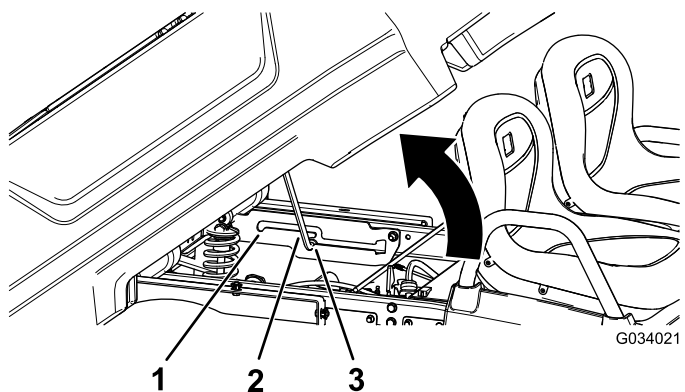

Figura 21
2. Tirate l'asta di supporto nella fessura di arresto della posizione di scarico per ancorare il pianale per lo scarico (Figura 21).
2. Tirate l'asta di supporto nella fessura di arresto della posizione di assistenza per ancorare il pianale per la manutenzione (Figura 21).
2. Estraete l'asta di supporto dalla fessura di arresto (Figura 21).